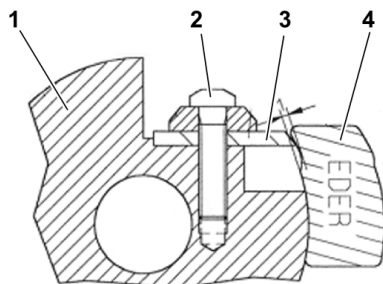

Fig. 15: Cambio dei coltelli sulla piastra fresatrice
- > Allentare la vite del coltello (2 - Fig.15).
- > Posizionare il calibro del coltello (4 - Fig.15) contro la testa della fresa (1 - Fig.15) e spingere il coltello (3 - Fig.15) contro il calibro del coltello fino a toccare l'area dentellata.